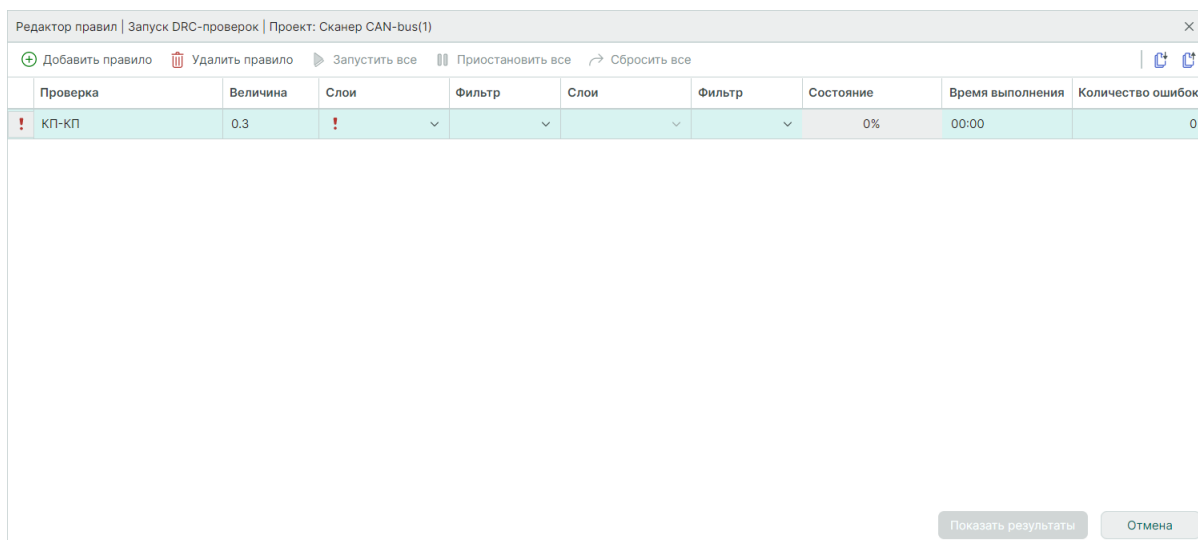

Рис. 471 Отображение правила
2. После выбора правило отобразится в окне «Редактор правил». Пример отображения добавленного правила «КП-КП» представлен на Рис. 471.